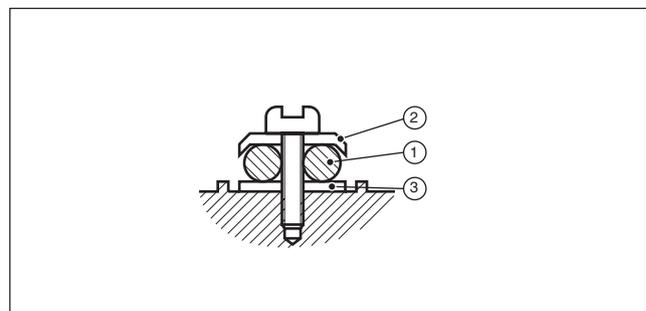

Fig.2.5.2 Connexion filaire de mise à la terre
- \* **Si nécessaire, montez un fil de mise à la terre (1) entre la bague supérieure (2) et la bague inférieure (3) de la connexion filaire de mise à la terre (voir la figure 2.5.2).**